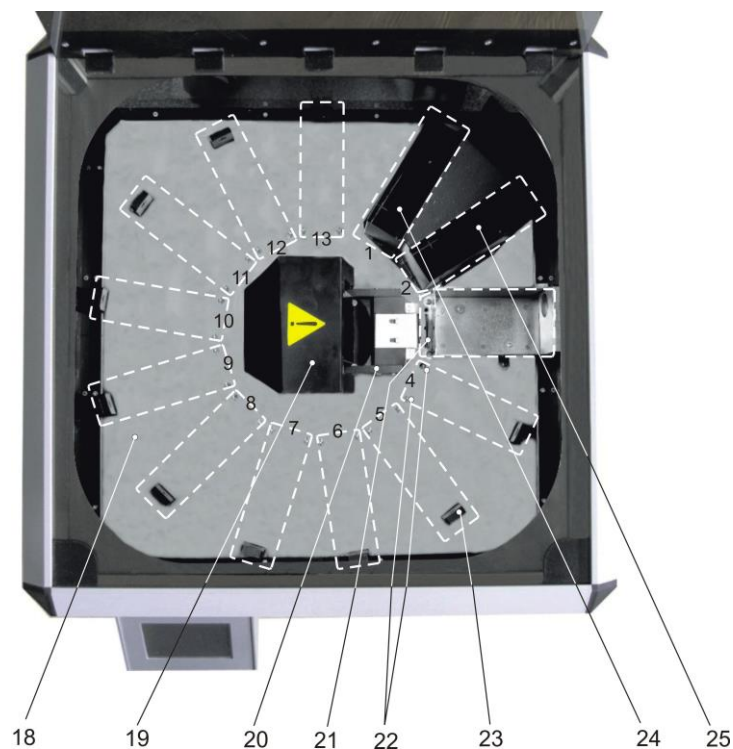

Рисунок 3. Рабочая камера автомата (вид сверху). Белыми пунктирными линиями и белыми цифрами обозначены рабочие зоны станций № 1-13.
В рабочей камере автомата (рисунок 3) имеется стол из нержавеющей стали (18) и манипулятор (19,20,21) для перемещения штативов.